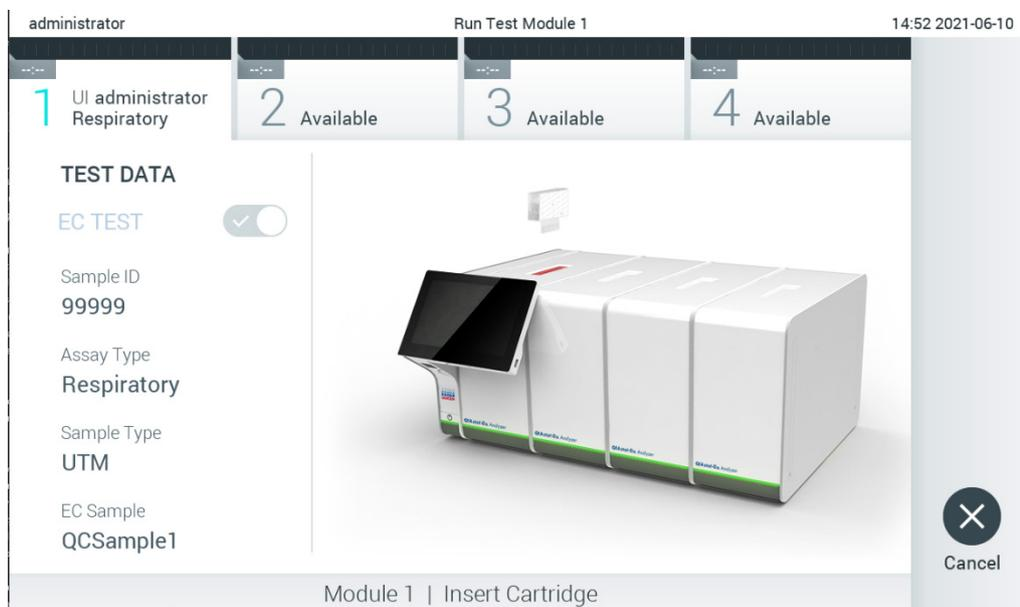

Figura 94. Inserindo o cartucho de ensaio QIAstat-Dx no QIAstat-Dx Analyzer 1.0.
9. Certifique-se de que as tampas de amostra da porta de swab e da porta principal do cartucho de ensaio QIAstat-Dx estejam firmemente fechadas. Quando a porta de entrada de cartuchos na parte superior do QIAstat-Dx Analyzer 1.0 se abrir automaticamente, insira o cartucho de ensaio QIAstat-Dx com o código de barras voltado para a esquerda e com as câmaras de reação voltadas para baixo (Figura 94).